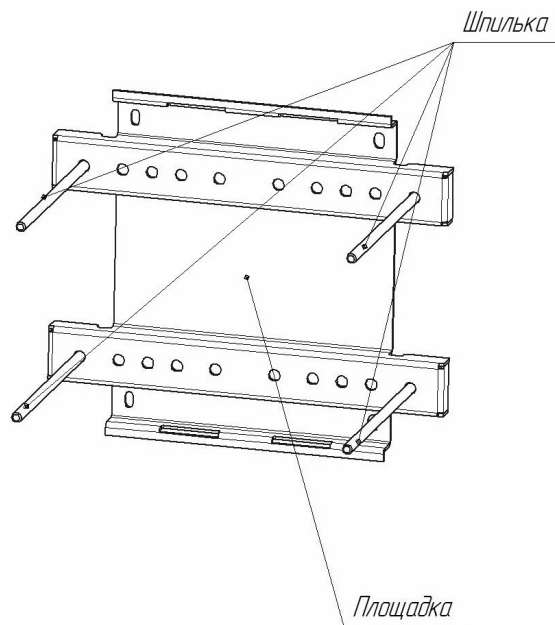

Рис. 12
3.4.2. Установить на монтажную площадку четыре монтажные шпильки (см. рис. 12.)